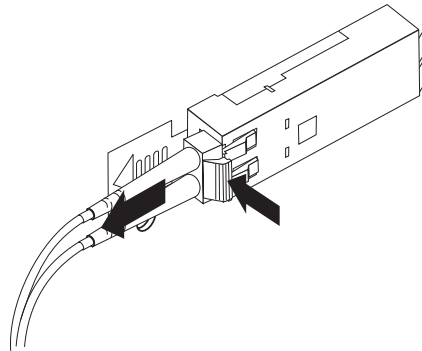

Figura 22. Extracción del cable LC-LC de canal de fibra
2. Tire con cuidado del conector para extraer el cable del módulo SFP, tal como se muestra en la Figura 22.